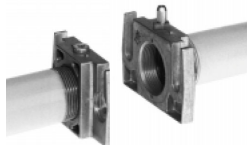
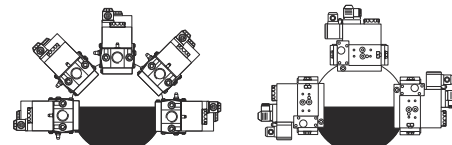
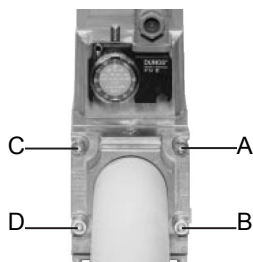

Рис. 9
Рис. 10
Рис. 11
1. Расслабить винты A и B, но **не снимать** их (Рис. 9 и Рис. 10)
2. Отвинтить винты C и D (Рис. 9 и Рис. 10)
3. Установить Мультиблок между резьбовыми фланцами (Рис. 11)
ВНИМАНИЕ: установка выходного давления регулятора VD-R осуществляется воздействием на регулировочную кольцевую гайку (рис. 10). Положение индикатора на циферблате показывает значение давления на выходе, рассчитанное в процентах от полной шкалы PS датчика (рис. 11).